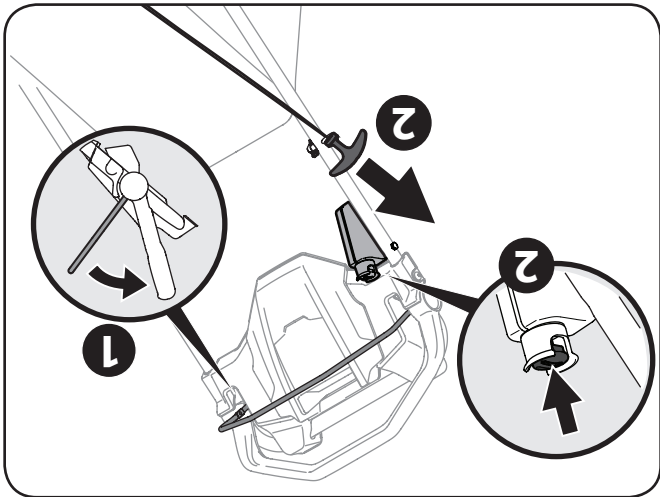

Figure 5-1
1. Placez-vous derrière la tondeuse et tirez sur la commande de la lame contre le contrôle d'entraînement. Voir Figure 5-1.
Démarrage électrique (le cas échéant): Insérez la clé en plastique dans le bouton de démarrage jusqu'à ce qu'elle s'enclenche. Poussez sur le bouton de démarrage électrique pour démarrer le moteur. Voir Figure 5-1.